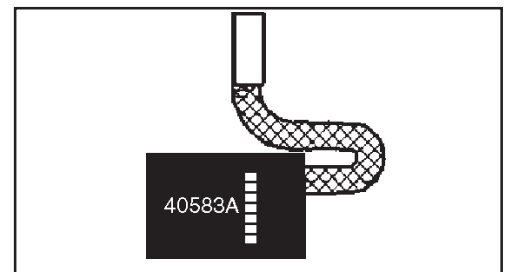

Figura 12
2. Ispezionare le spazzole al carbonio. Sostituire entrambe le spazzole se una delle due presenti segni di usura superiori a 3/8" della lunghezza o l'usura ha raggiunto l'apposito indicatore. Vedere la Figura 12.